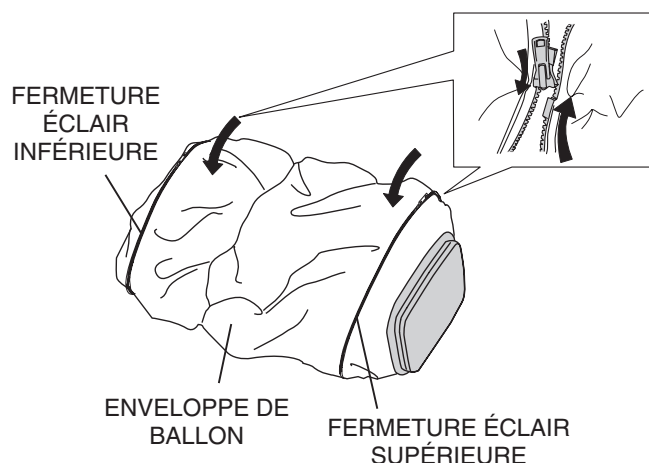

Figure 44. Zipper l'enveloppe du ballon
4. Zipper la fermeture éclair (Figure 44) en haut et en bas de l'enveloppe du ballon (couverture).